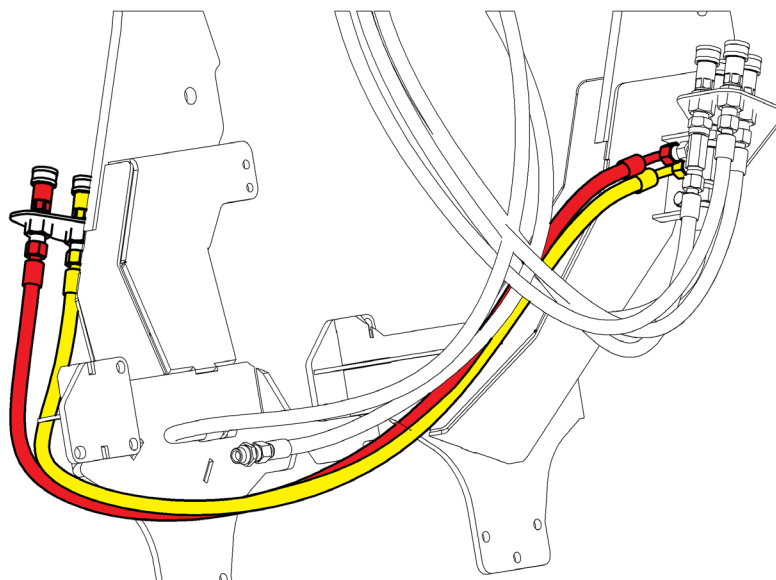

Рис. 2.7
2.2.5. Присоединить РВД длиной 2400 мм из комплекта погрузчика угловыми концами с гайкой M20x1,5 к тройникам, установленным на правом кронштейне БРС (рис. 2.7). Другие концы РВД, с гайкой M20x1,5, соединить с переборочными, установленными на левом кронштейне БРС.
3.2.2. Присоединить угловым концом с гайкой M20x1,5 РВД напорной линии к адаптеру, установленному в порт Р гидрораспределителя (рис.2.6). Вторым концом рукава, гайка с резьбой M20x1,5 (M22x1,5), соединить со штуцером трубки от насоса трактора (рис.2.7).